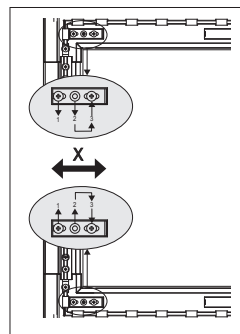

Рис. 2
2. Выкрутите винты в позиции «2» и переставьте их в позицию «3». Ослабьте винты в позиции «1», отрегулируйте положение дверцы и закрутите винты в позицию «2» и «3» (рис. 2).